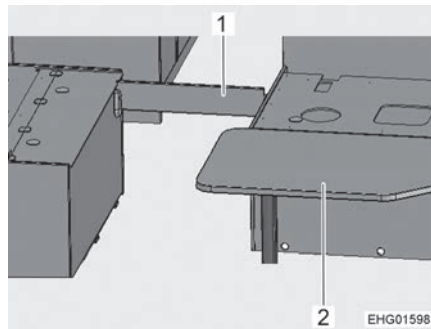

Fig. 145 Durante la transformación
- Transformar la mesa (Fig. 145,2) en base de cama (véase apartado 6.7).
- Fijar las planchas de soporte (Fig. 145,1).